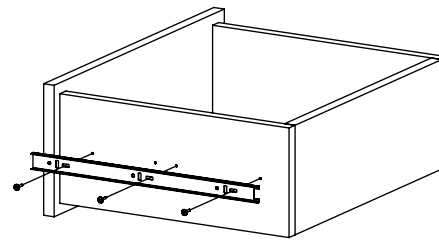

Рис.8
6. Закрепите внутренние планки направляющих к деталям 8 и 9 шурупами 3,5x16. (Рис. 8)